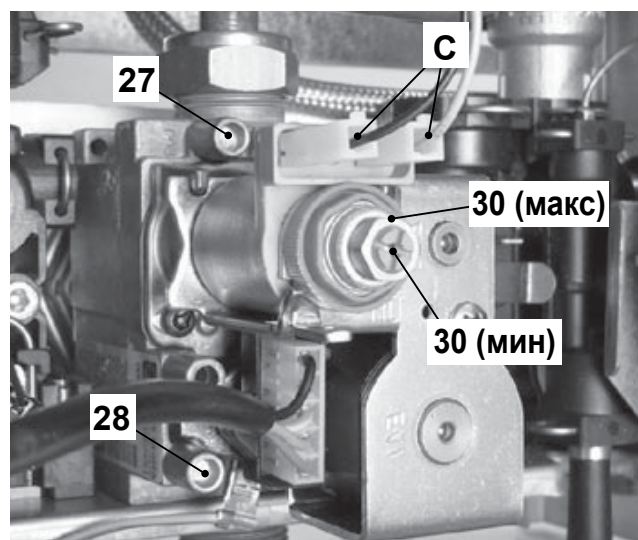

рис. 7.5
- При выключенном бойлере (не работающем) проверьте давление нагнетания, используя штуцер 28 в рис. 7.5 и сравните это значение со значениями, приведенными в таблице Давление газа питания в разделе «Технические данные» на стр. 18.
- Плотно закройте контрольный штуцер давления 28 в рис. 7.5.
- Откройте штуцера давления 27 в рис. 7.5 и подключите проверочный манометр.
Чтобы отрегулировать давление на горелке, вращайте латунную шестигранную гайку на модулирующем устройстве 30 (макс) в рис. 7.5 (по часовой стрелке давление увеличивается).
- Отсоедините один из двух проводов питания "С" модулирующего устройства 30 . Следите за тем, чтобы он не касался металлической поверхности бойлера рис. 7.5
Чтобы отрегулировать давление на горелке, вращайте пластиковый винт (30 (мин) в рис. 7.5 ) удерживая большую шестигранную латунную гайку (30 макс в рис. 7.5 ) на модулирующем устройстве (по часовой стрелке давление увеличивается).
- Подсоедините провод питания "С" модулирующего устройства рис. 7.5
- Хорошо закройте контрольный штуцер 27 в рис. 7.5
рис. 7.5 и подключите проверочный манометр.